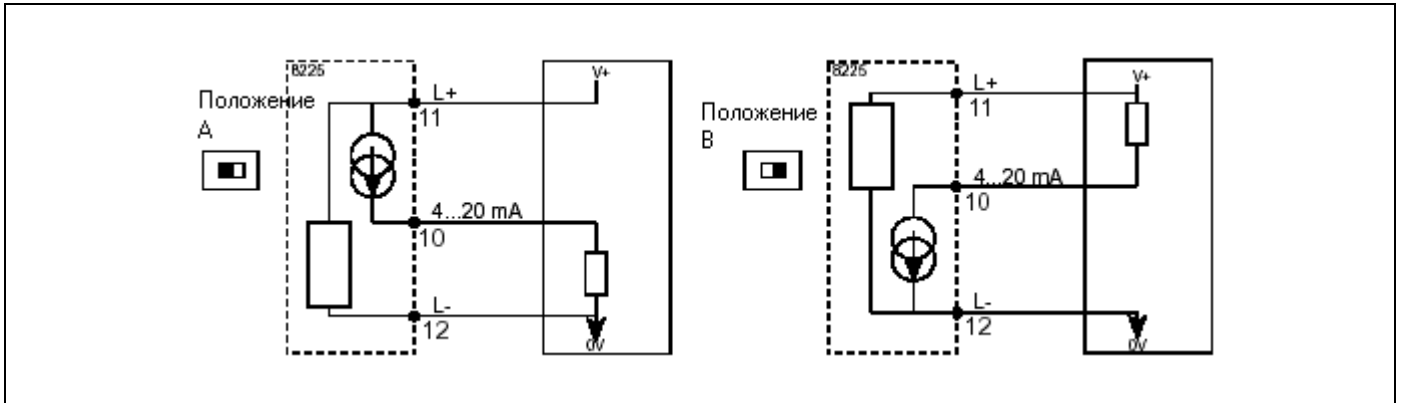

Рис.3.4 Подключение прибора к контроллеру
**Примечание:** Подключение к контроллеру. В зависимости от исполнения контроллера переключатель должен находиться в положении А или В. (см. рис. 3.4 и рис. 3.9).